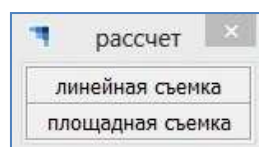

Рисунок 60 – Окно выбора типа съемки.
8.6 Инструмент «Расчет маршрута» предназначен для автоматического расчета маршрута при выполнении аэрофотосъемки. При нажатии кнопки «Расчет маршрута» открывается окно выбора типа съемки (Рисунок 60).